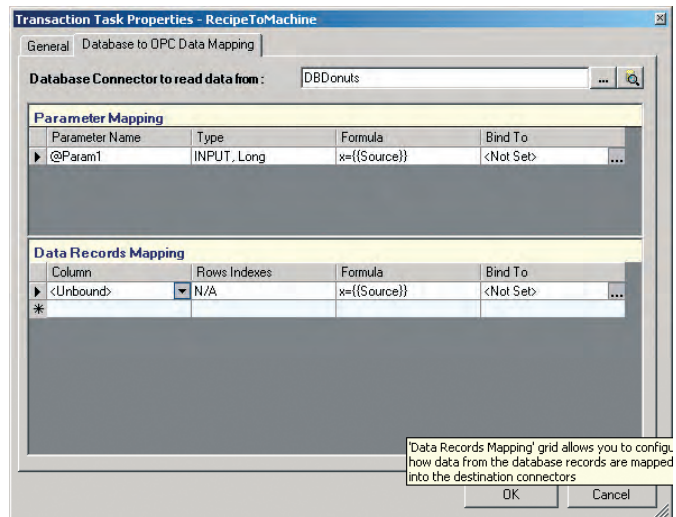

Рис. 52. Диаграмма транзакции: выбор данных
- Откройте закладку **Database to OPC Data Mapping** (БД → OPC: выбор данных) для выбора соединений с источниками данных, которые будут использоваться в этой транзакции. На экран будет выведено диалоговое окно, показанное на рис. 52.